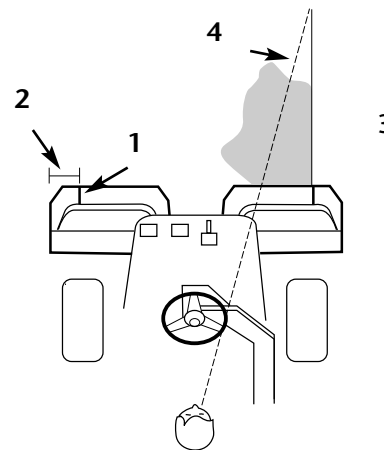

Figure 11
2. Mettre une bande de papier adhésif blanc ou peindre une ligne sur les bacs, parallèle au bord extérieur de chaque bac (Fig. 11).
3. Empiéter légèrement sur la tonte précédente lors des passages dans l'autre sens. Pour aller droit sur le green et garder la machine à la même distance des bords de la coupe précédente, établir une ligne imaginaire à 2 ou 3 mètres en avant du bord de la partie du green qui n'est pas coupée (Fig. 11 & 12). Certaines personnes trouvent utile d'inclure le bord externe du volant dans cette ligne imaginaire; c.à.d., maintenir le volant aligné avec un point toujours à la même distance de l'avant de la machine (Fig. 11 & 12).